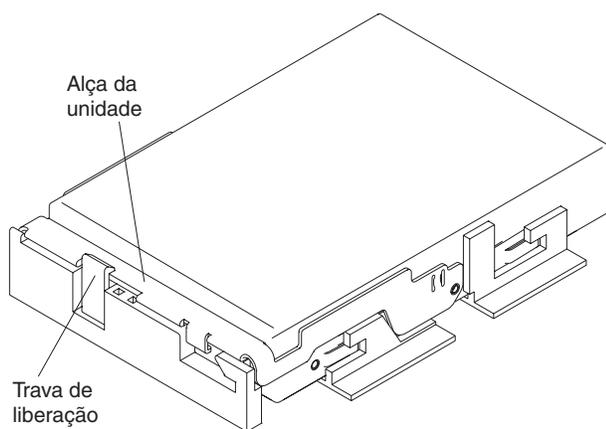

Figura 71. Travando a unidade no local
- c. Abaixie a unidade diretamente; em seguida, gire a alça da unidade para baixo até que a unidade se encaixe sob sua alavanca de liberação. Consulte Figura 71.